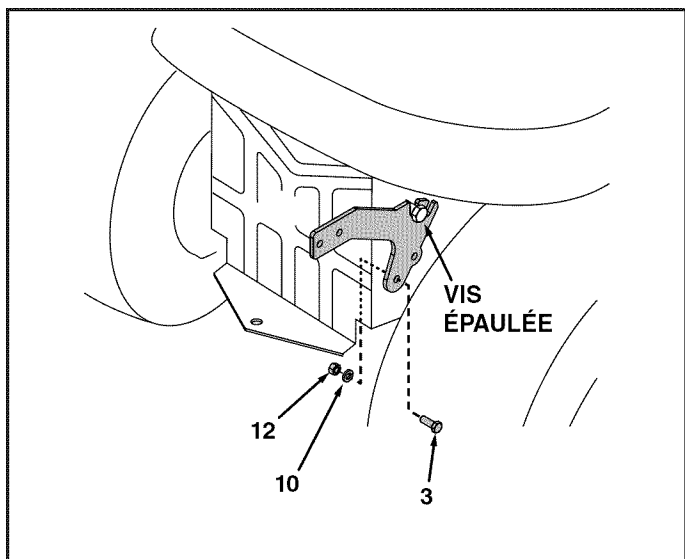

FIGURE 4
1. Mettez la deuxième encoche en haut du bras du support (2a) sur la vis épaulée de la paroi latérale de la barre d'attelage. Fixez le bas du bras à la barre d'attelage à l'aide d'un boulon hexagonal de 3/8-16 x 1 po (3), d'une rondelle de blocage de 3/8 po (10) et d'un écrou hexagonal de 3/8-16 (12). Faites la même chose de l'autre côté. Voir la figure 4.
2. Montez le support (1) de contrepois sur ses bras (2a) à l'aide de quatre boulons hexagonaux de 3/8-16 x 1 po (3), de quatre rondelles de blocage de 3/8 po (10) et de quatre écrous hexagonaux de 3/8-16 (12). Voir la figure 4.
3. Montez le contrepois sur son support (1) à l'aide de deux boulons hexagonaux de 1/2 x 5-1/2 po (15), de deux rondelles de 1 po diam. ext. (5), de deux rondelles de blocage de 1/2 po (9) et de deux écrous hexagonaux de 1/2-13 (11). Serrez fermement. Voir la figure 4.
2. Montez le support (1) de contrepois sur ses bras (2b) à l'aide de quatre boulons hexagonaux de 3/8-16 x 1 po (3), de quatre rondelles de blocage de 3/8 po (10) et de quatre écrous hexagonaux de 3/8-16 (12). Voir la figure 4.